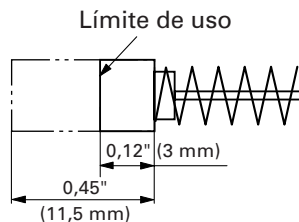

Fig. 17
4. Inspección de las escobillas de carbón (Fig. 17)